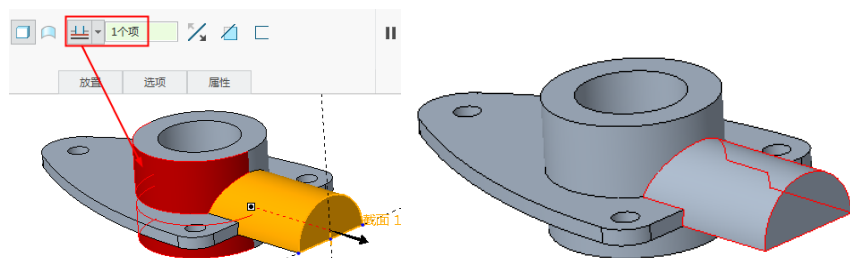

图 3-130 创建拉伸特征 3
- 退出草绘环境后，在“拉伸”操控板中设置拉伸深度类型为“拉伸至下一曲面”  或者是“拉伸至与选定的点、曲线、平面或曲面” ，最后单击“应用”按钮 ，完成拉伸特征的创建，如图 3-130 所示。